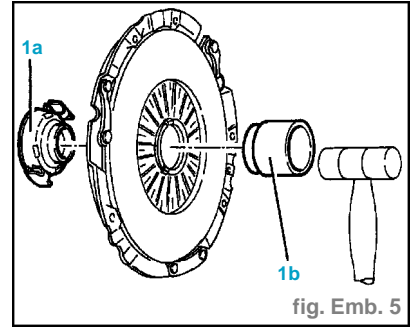

fig. Emb. 5
- Déposer le palier de butée (1a) de la protection de l'embrayage à l'aide de l'outil 1.821.215.000 (fig. Emb. 5).